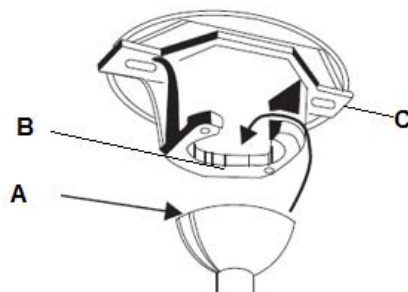

Fig. 8
Levante el conjunto del ventilador sobre el soporte de montaje. Compruebe que la ranura de la llave (A) de la bola de colgado está ubicada en la clavija de la llave (B) del soporte de montaje (C) para evitar que el ventilador gire cuando está en funcionamiento. **Fig.8**